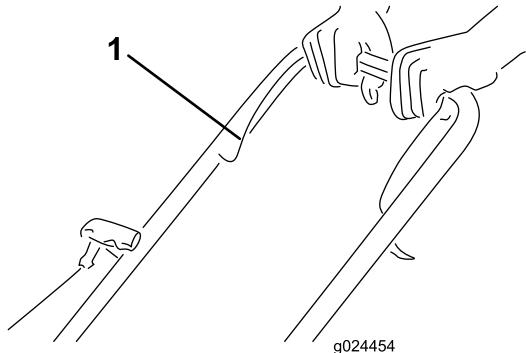

Figura 14
1. Sujete la barra de control de las cuchillas contra el manillar (Figura 14).